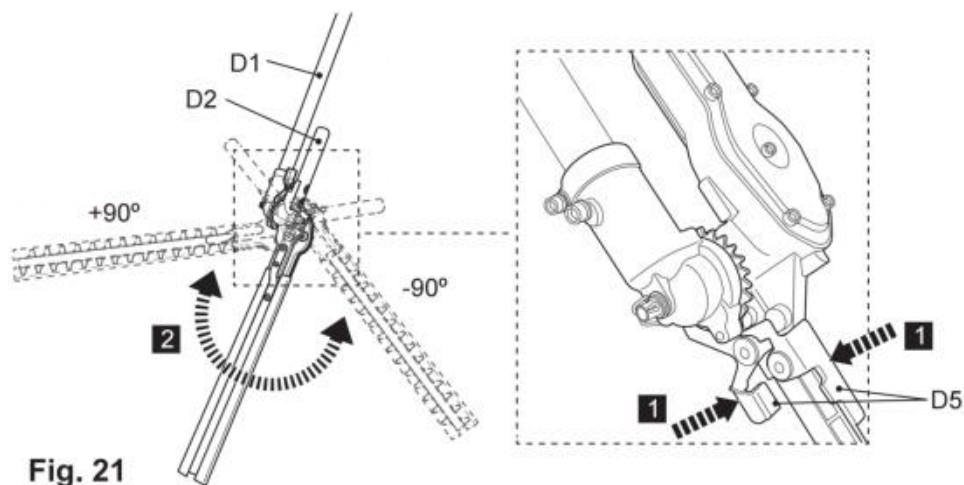

Fig. 21
5) Naciśnij dźwignię odblokowującą (D5), aby rozłączyć układ zębów (D6) i ustawić głowicę ostrza w żądanej pozycji (Rys. 21).